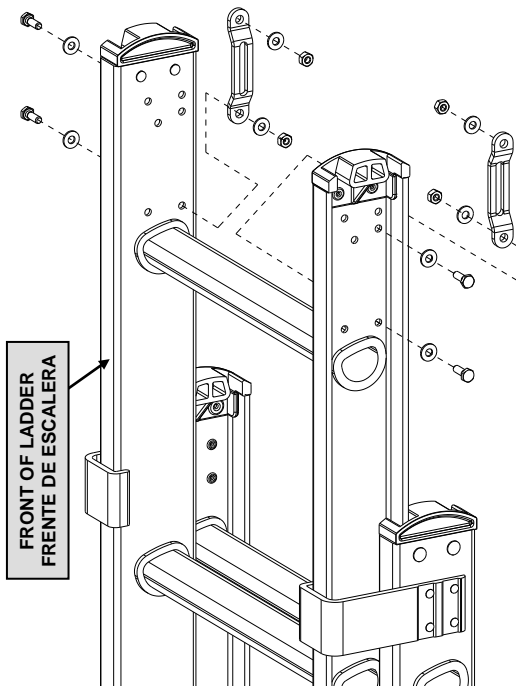

Fig. A1-3
2. Bolt the BRACKETS to the side rails using (4) **H1** bolts, (4) **H2** locknuts and (8) **H3** washers as shown in **Fig. A1-3** aligning them to the identified holes. Do not tighten brackets down until you have installed and adjusted webbing.
2. Atornille los SOPORTES a los largueros usando (4) tornillos **H1**, (4) tuercas **H2**, y (8) arandelas **H3** como se muestra en la **Fig. A1-3** alineándolos con los agujeros identificados. No apriete los soportes hasta que haya instalado y ajustado el cinto flexible.